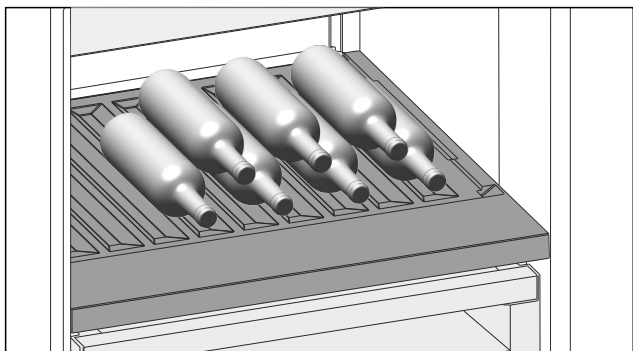

Fig. 175 Ilustrační zobrazení
- ▶ Láhve ukládejte dnem dozadu k zadní stěně. (viz Fig. 175)